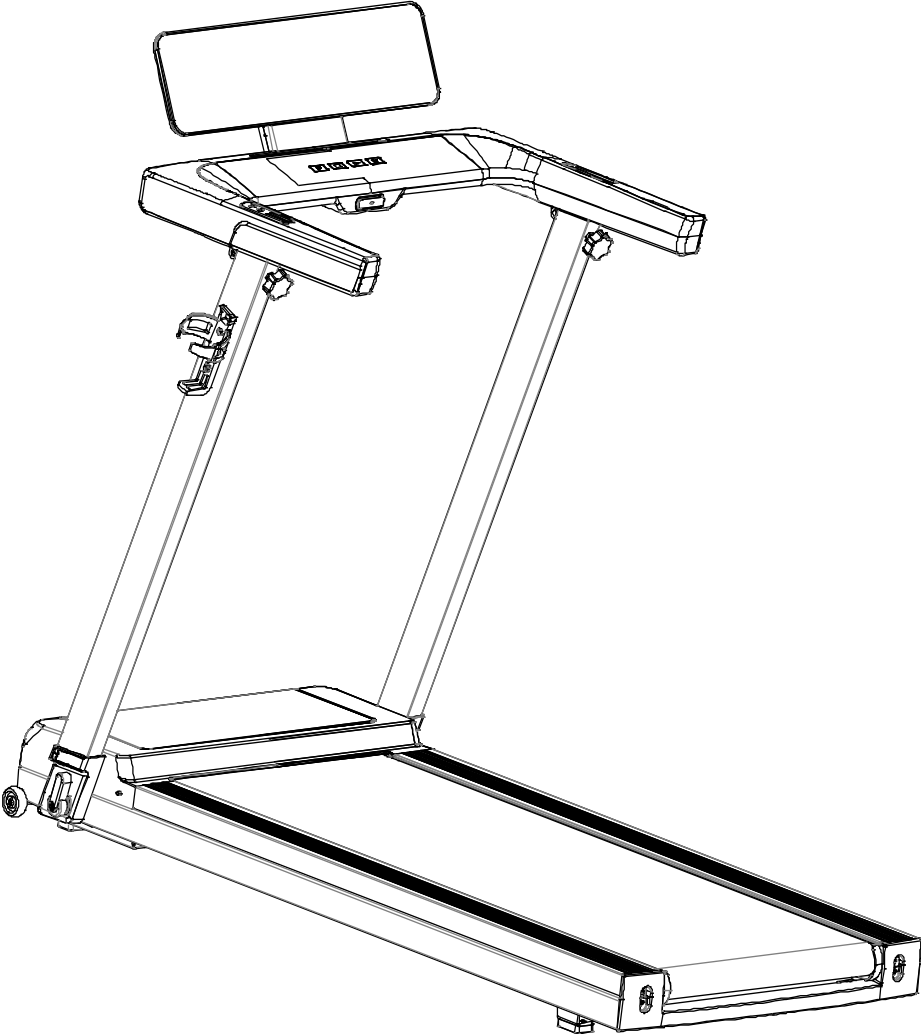

Рис.0
Достаньте оборудование из коробки и убедитесь, что все детали на месте рис. 0: (1) Основная рама; (74) Ключ безопасности; (54) Держатель для бутылки; (96) Адаптер; (S) Бутылка со смазкой; (90) Винт M4x8; Гаечные ключи.